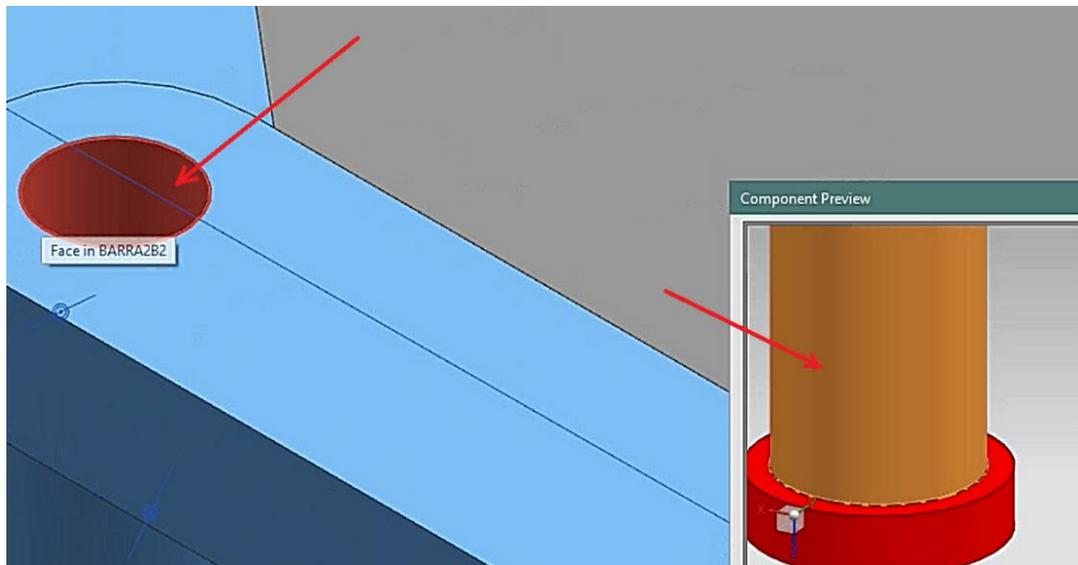

Figura 1.46 Superficie interior del barreno de barra2b2.prt y superficie lateral de broche2.prt.
- Agregar una restricción, de tipo **Fit**. Seleccionar la superficie lateral del **broche2.prt** y la superficie interior del barreno en la pieza **barra2b2.prt** (Figura 1.46).